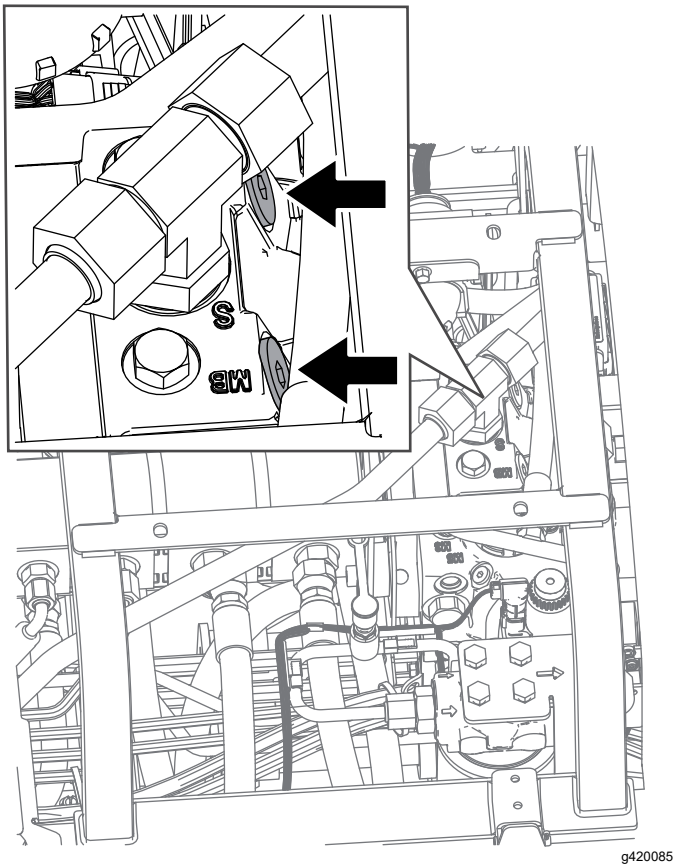

Figure 99
2. Localisez la vanne de dérivation sous le siège et au sommet de l'hydrostat (Figure 99).